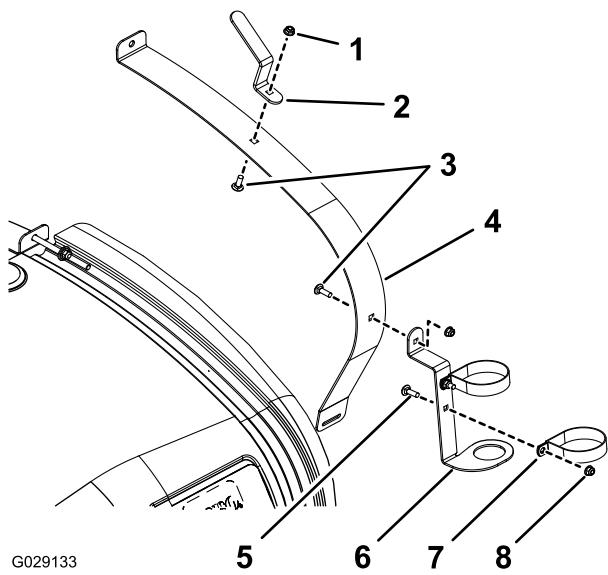
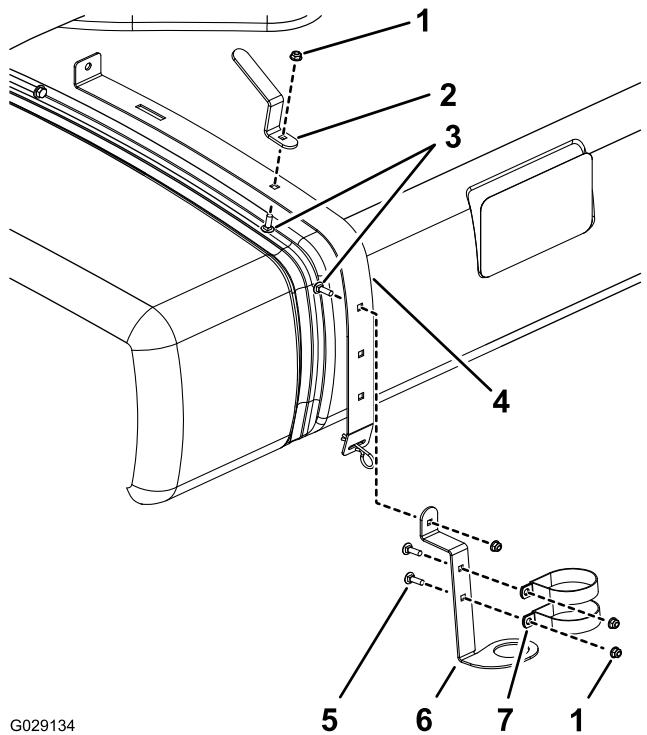

Рисунок 1
Рисунок 2
- На машинах Multi Pro 1750 и Multi Pro 5800 ослабьте передний правый хомут (Рисунок 1).
- На машинах Multi Pro WM ослабьте задний правый хомут (Рисунок 2).
- Установите R-образные хомуты, кронштейн распылительного пистолета и крюк шланга, как показано на Рисунок 1 или Рисунок 2, используя каретный болт, плоскую шайбу и гайку с фланцевой головкой.